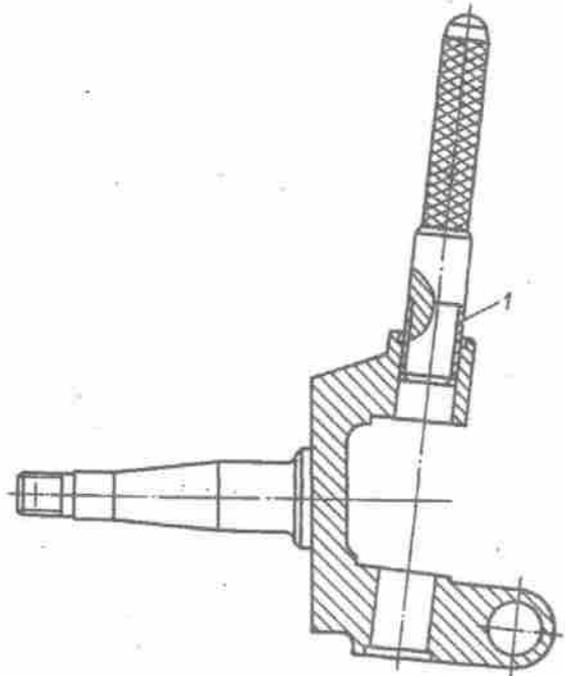
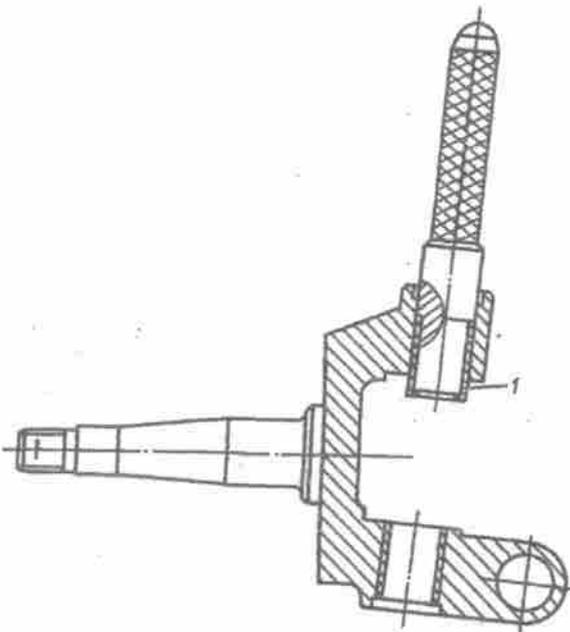
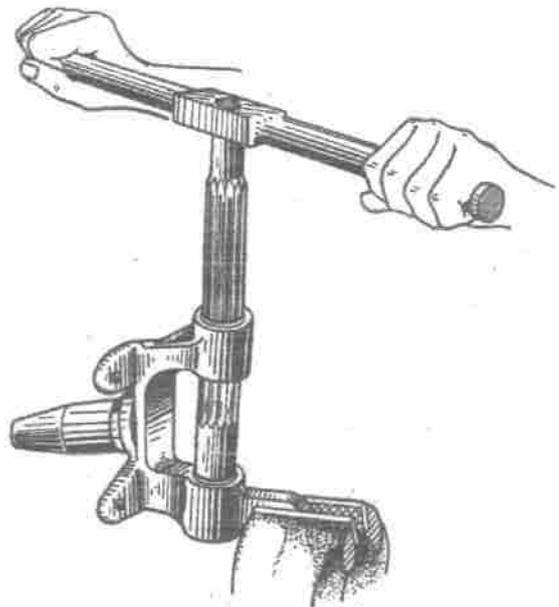

Bild 179. Einpressen der Buchsen des Achsschenkelbolzens:
Bild 178. Austreiben der Buchsen des Achsschenkelbolzens:
Bild 180. Aufreiben der Buchsen des Achsschenkelbolzens
2. Zum Austreiben (Bild 178) und Einpressen (Bild 179) der Buchsen der Achsschenkelbolzen verwendet man einen speziellen Dorn. Beim Einpressen der Buchsen in die Achsschenkel sollen die offenen Enden der Ölkanäle nach oben gerichtet sein. Die Öffnungen in den Buchsen müssen mit den Öffnungen der Kugelschmierköpfe zusammenfallen. Die eingepressten Buchsen sind auf Durchmesser $25^{+0,030}_{-0,008}$ mm aufzureiben (Bild 180); der Lehdorn (Durchmesser 24,995 mm) muß gleichzeitig in beide Öffnungen hineingehen.